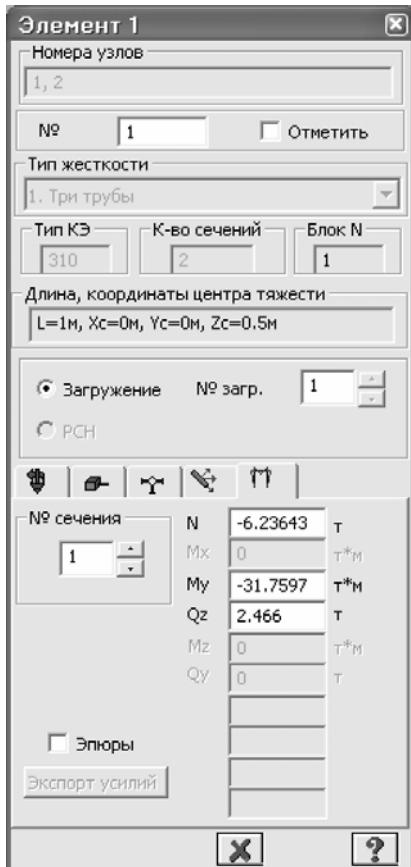

Рис.8.24. Диалоговое окно
- Укажите курсором на элемент № 1 и щелкните левой кнопкой мыши. Открывается диалоговое окно **Элемент 1** (рис.8.24).